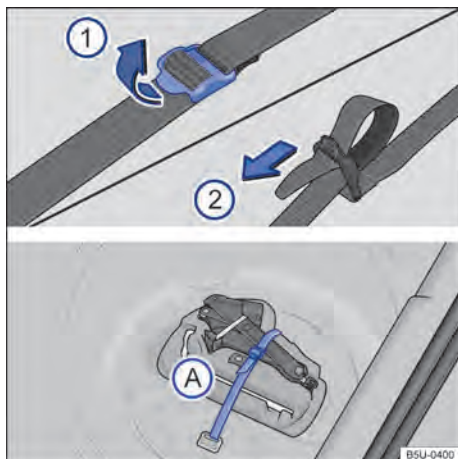

Fig. 123 No compartimento de bagagem: cinto de fixação da caixa de ferramentas e caixa de ferramentas de bordo.
Para soltar a cinto de fixação → Fig. 123 (A), puxar a fivela no sentido da seta ①.